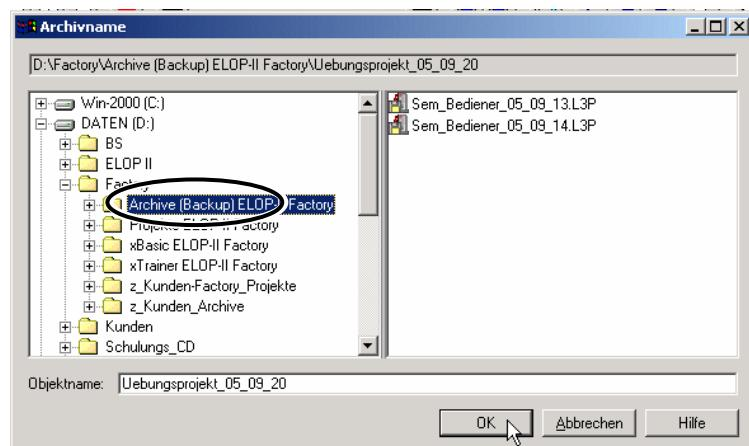

Abb. 182: Archivname bestimmen
- Den Archivnamen legen Sie fest, indem Sie auf **Durchsuchen...** klicken, im Dialogfenster (Abb. 182) ein Verzeichnis auszuwählen und den Dateinamen im Feld „Objektname“ eintragen.